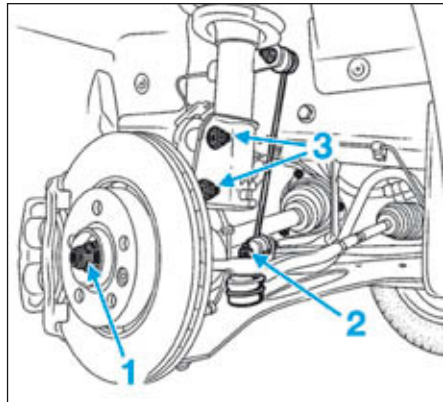
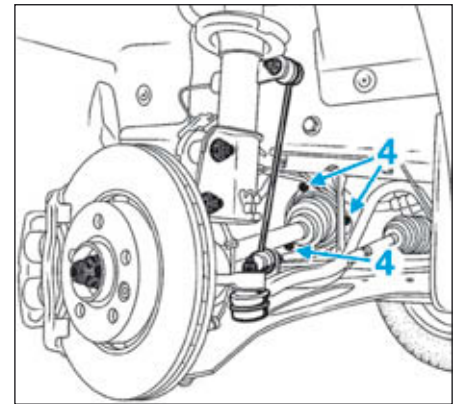

FIG.1
FIG.3
- l'écrou de transmission (1) (Fig.1),
- l'écrou de la rotule de direction (2),
- les vis de fixation inférieures (3) de l'amortisseur.
- Déposer les trois vis de fixation (4) du soufflet sur la boîte de vitesses (Fig.3).